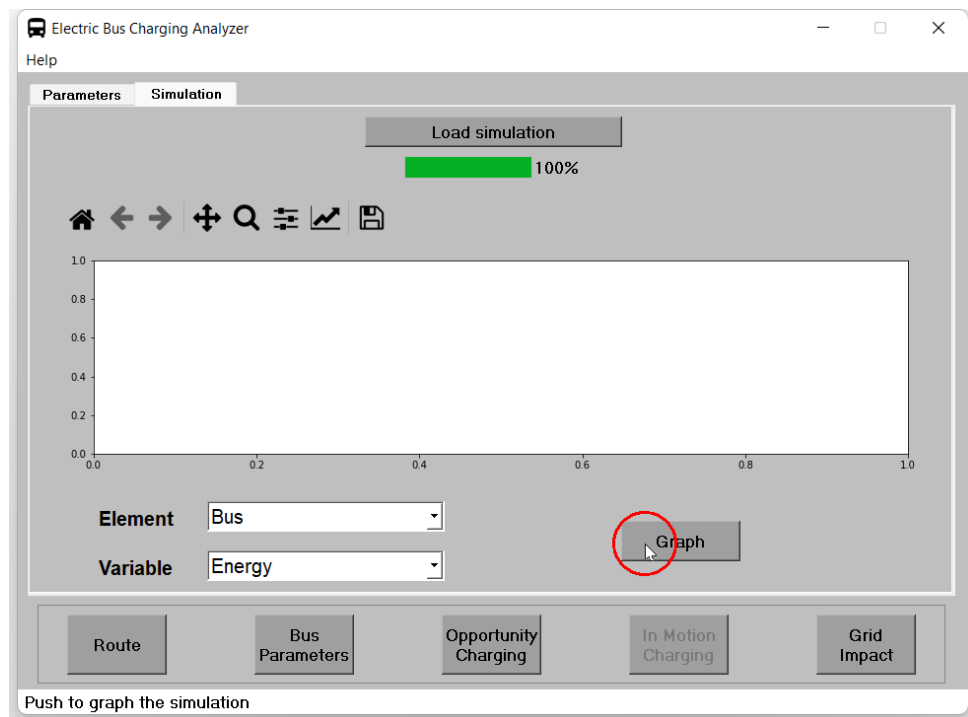

Figura 38: Generar gráfica de simulación.
4. Cuando la barra de carga llegue a 100 %, se procede a presionar **graph** (figura 38).